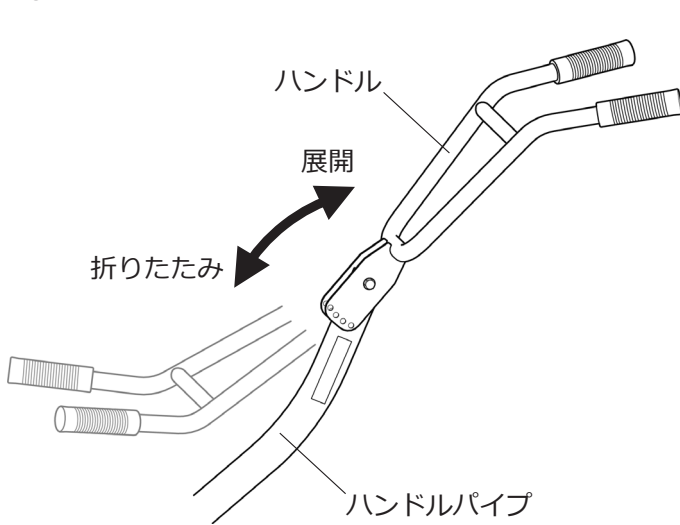

図 3
- ① 付属のノブボルト (M8) とチョウナット (M8) を用意してください。
- ① 図 3 のようにハンドルを拡げてください。
- ② ノブボルトとチョウナットを組み付けてください。